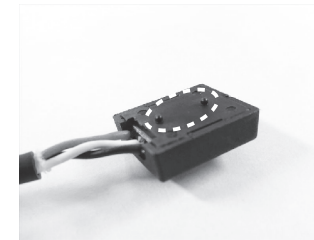

図 2
- ② コンパクトスイッチの裏側の突起を、サービスパネル（ベース）の表面にある位置決め用の穴に差し込み、コンパクトスイッチとサービスパネル（ベース）の位置合わせを行ってください。（図 2、3、4）